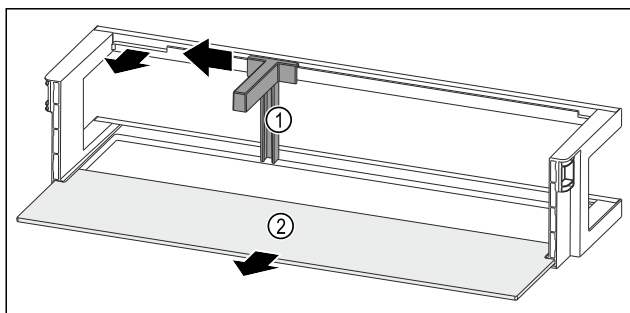

Fig. 118 Рафт на врата с преграда за бутилки и рафт
- Плъзнете преградата за бутилки Fig. 118 (1) настрани до прореза.
- Свалете преградата за бутилки Fig. 118 (1).
- Свалете рафта Fig. 118 (2).